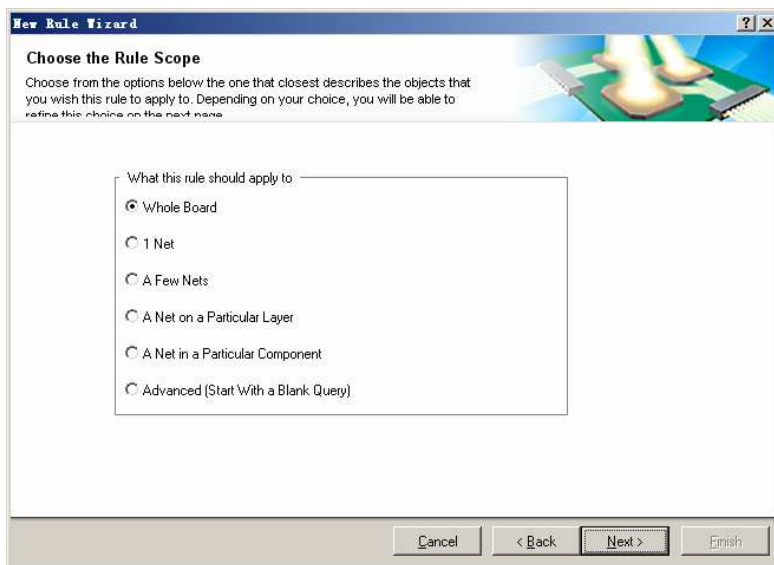
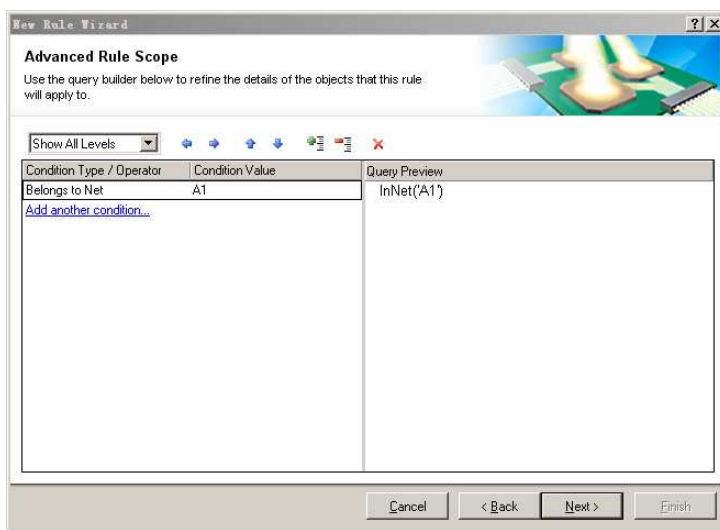

图 8.53 “Choose the Rule Scope” 视图
图 8.54 “Advanced Rule Scope” 视图
(3) 在“Choose the Rule Type”视图内的“Name”栏中输入规则的名称, “Comment”栏中输入规则的特性描述。选择需要设置的规则类型后, 单击“Next”按钮, 显示如图 8.53 所示的“Choose the Rule Scope”视图。
(4) 在如图 8.53 所示的规则适用范围设置对话框中选择规则使用的范围，如果选中的不是“Whole Board”项，单击“Next”按钮将显示如图 8.54 所示的“Advanced Rule Scope”视图。